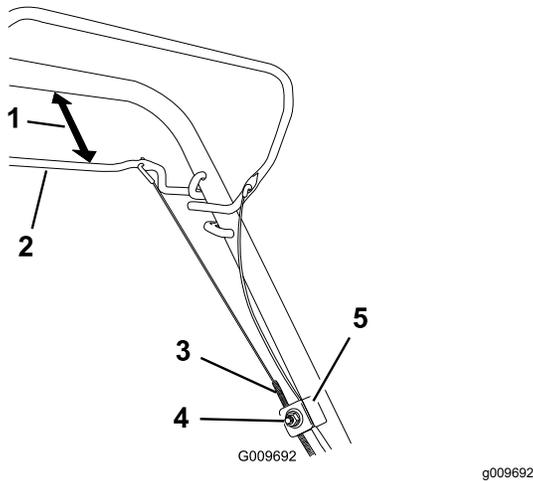

Bild 23
1. Lösen Sie die Kabelstützenmutter (Bild 23).
2. Halten Sie den Selbstantriebsbügel 25 mm bis 38 mm vom Holm entfernt (Bild 23).
3. Ziehen Sie den Kabelmantel (zur Maschine), bis das Kabel stramm ist (Bild 23).